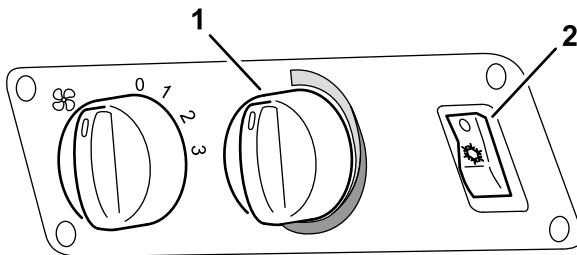

Figure 29
2. Demandez à une autre personne de s'asseoir sur le siège de l'opérateur, tournez la commande de température à la position froide et placez l'interrupteur de climatisation aux positions MARCHE et ARRÊT (Figure 29).
4. Placez l'interrupteur de climatisation (Figure 29) en position ARRÊT.